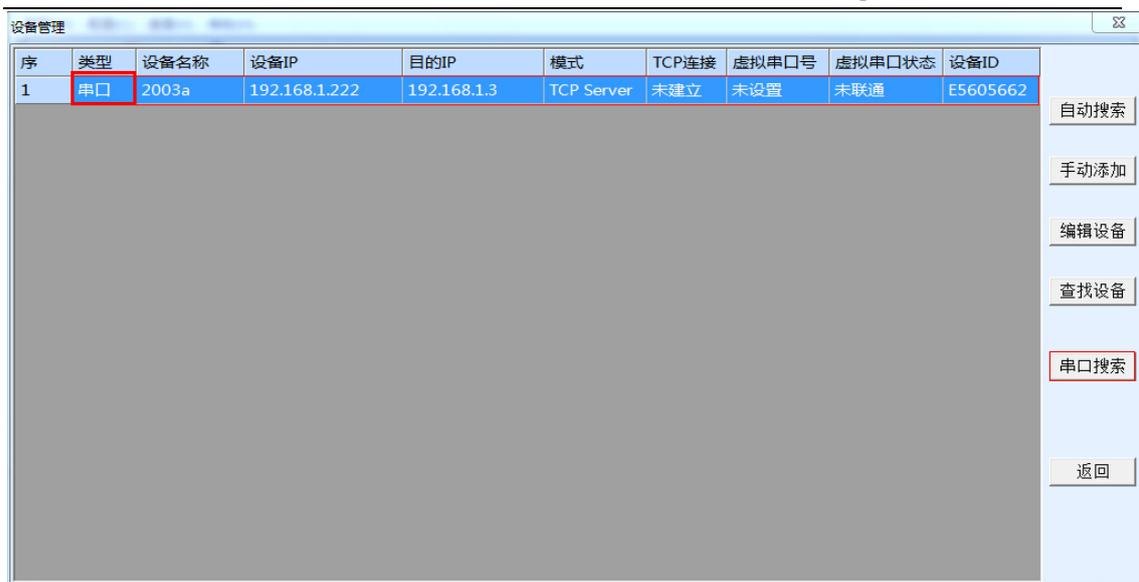

图 8 串口搜索设备
- 1.2 不具有光电转化器，将 9153 的 RS232 接口连接到计算机串口或者 USB 转 RS232 接口。如图 8 所示，点击“串口搜索”，在弹出的对话框中选择串口号，无需选择波特率，然后点击确定。zlvircom 通过串口搜索 9153，找到之后会在设备列表中列出这个设备，类型为“串口”。然后点击“设备编辑”进入设备参数的配置。